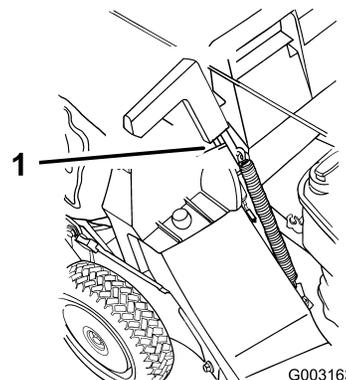

Figure 21
5. Tirez la poignée du volet d'éjection vers l'avant pour dégager l'ergot de son logement, puis repoussez la poignée vers l'arrière pour bloquer l'ergot dans l'encoche du bac (Figure 21).